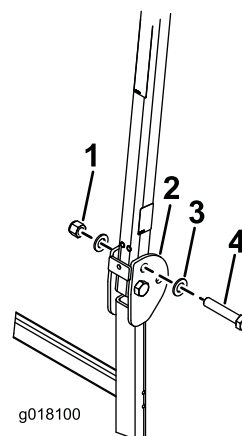

Figura 15
2. Insira uma anilha ($\frac{13}{16}$ pol. x $1\frac{1}{2}$ pol.) em cada parafuso ($\frac{3}{4}$ pol. x 4 pol.), como se mostra na Figura 15.
3. Nos furos de onde removeu os pinos, instale os parafusos e as anilhas (Figura 15).
4. Instale outra anilha em cada parafuso e prenda com porcas ($\frac{3}{4}$ pol.), como se mostra na Figura 15. Aperte as porcas com uma força de 323 a 396 N·m.
5. Aperte o parafuso da articulação ROPS (Figura 15) com 91 a 113 N·m para evitar qualquer oscilação da barra de segurança e toldo.